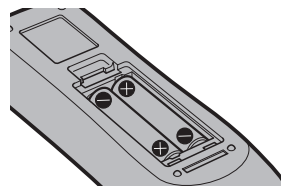

図 2
2) 電池を入れ、ふたを閉じる（●側から先に入れます）（図 2）